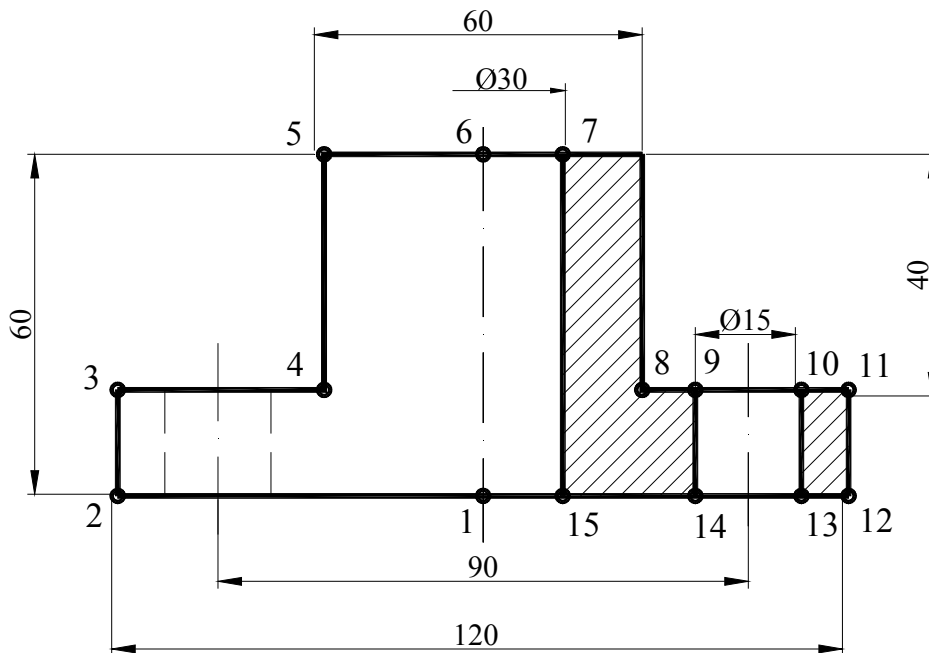

Рис. 4.4. Побудова виду попереду
**Побудова виду попереду (Рис. 4.4):**